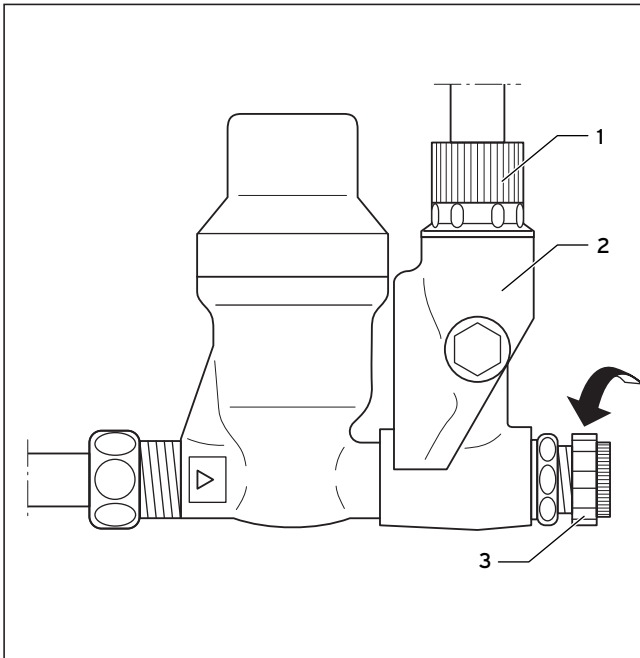

Abb. 3.1 Sicherheitsgruppe
- Abblaseleitung (2, Abb. 3.1) und Sicherheitsventil für das Speicherwasser.
Bei Undichtigkeiten im Warmwasserleitungsbereich zwischen Speicher und Zapfstellen schließen Sie bitte das Kaltwasser-Absperrventil (3, Abb. 3.1) und lassen Sie die Undichtigkeiten durch Ihren anerkannten Fachhandwerksbetrieb beheben.
Die Auslaufarmaturen, die Abblaseleitung (2, Abb. 3.1) sowie das auslaufende Wasser können bis zu 85 °C heiß werden.